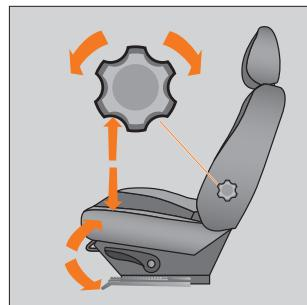

Рис. 14. Рукоятки регулировки сиденья (в вариантом исполнении)
**В вариантом исполнении** сиденье водителя комплектуется регулировкой поясничного упора (рис. 14).